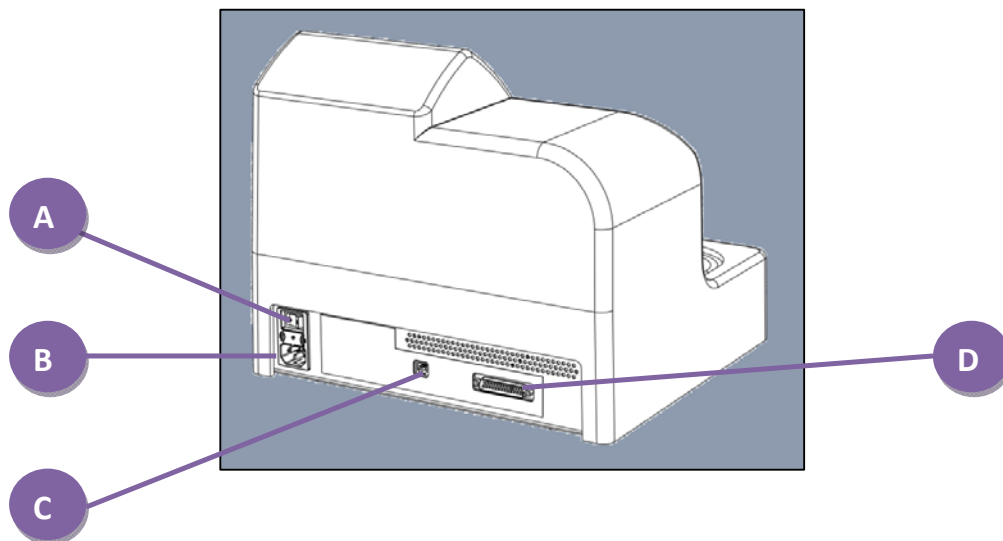

Figura 2 AIM™, vista traseira
3. ligar o instrumento utilizando a energia na parte traseira do AIM™. O interruptor principal encontra-se marcado com um '1' (ON- Ligado) e um '0' (OFF - Desligado). Consultar Figura 2.